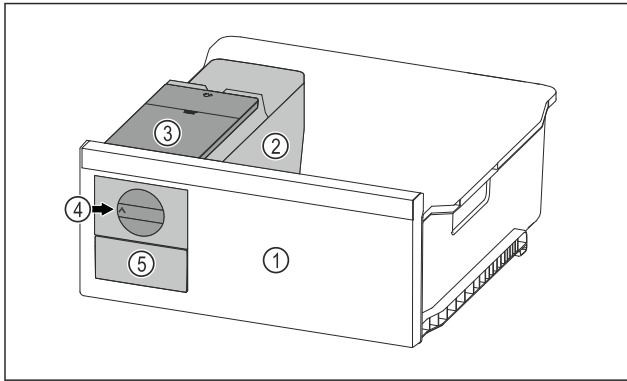

Fig. 28 Immagine a titolo di esempio
- Ruotare la manopola Fig. 28 (4) verso destra finché non si arresta.
- ▷ I cubetti di ghiaccio cadono dalla ciotola dei cubetti di ghiaccio nel cassetto dei cubetti di ghiaccio Fig. 28 (5). Se non tutti i cubetti di ghiaccio fuoriescono dalla ciotola dei cubetti di ghiaccio: